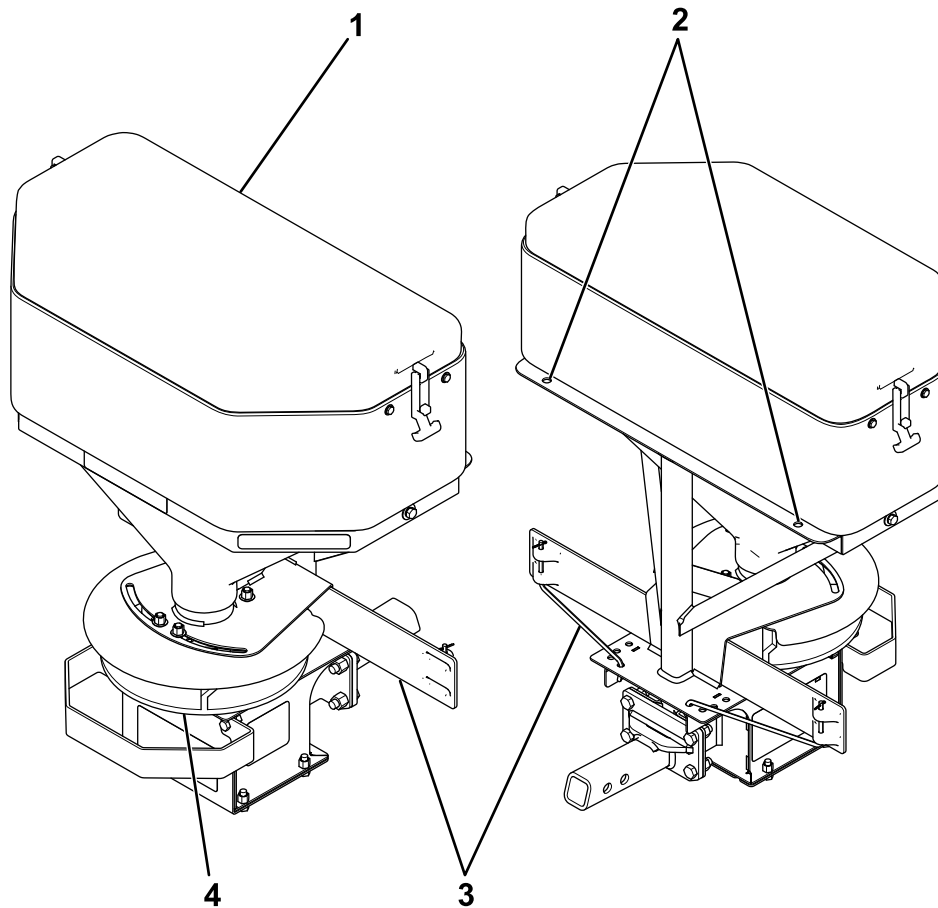

Figura 7
3. Enganche un extremo de las correas con carraca en los orificios de la parte trasera del bastidor del esparcidor (Figura 7).